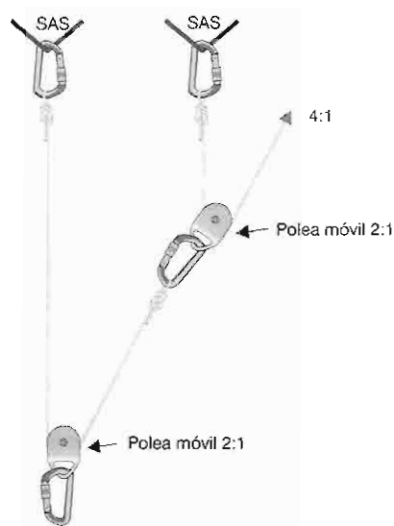

Figura 150
- Para los sistemas compuestos o indirectos, determinaremos la ventaja mecánica calculando primero las ventajas por separado y multiplicándolas posteriormente. Como veremos más adelante, estos sistemas multiplican la ventaja mecánica. En la figura 150, la polea inferior soporta dos cuerdas y la indirecta, o con cuerda auxiliar, otras dos. Si las multiplicamos obtenemos una ventaja de 4:1.